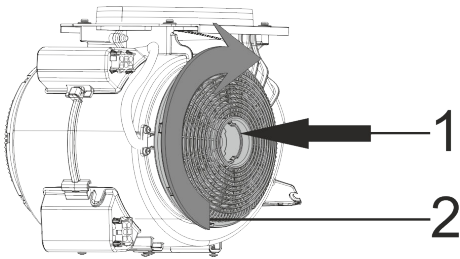

Fig. 5: FILTRE À CHARBON
- 1-Placez le filtre à charbon dans son emplacement (Fig. 5).
- 2-Lorsque vous tournez le filtre à charbon dans le sens des aiguilles d'une montre, assurez-vous qu'il entre parfaitement (Fig. 5).